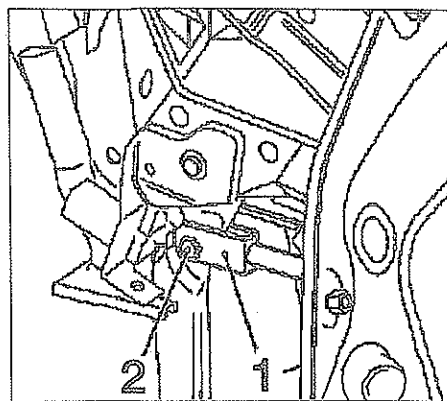

FIG. 20
- el eje de fijación (2) del pedal en la varilla de mando (1) del servofreno (fig. 20).